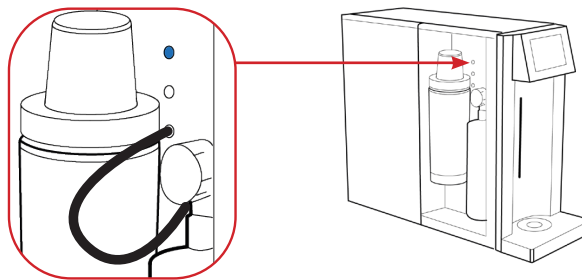

Fig. 1-15
32.3 – Mantenere premuto qualsiasi tasto per erogare acqua e verificare che si illumini un led di colore blu posizionato nel vano contenente bombola CO₂ e filtro. Al termine dell'erogazione, il led si spegnerà automaticamente, vedi Fig. 1-15. Questa è la conferma che il sistema sta funzionando in modo corretto.